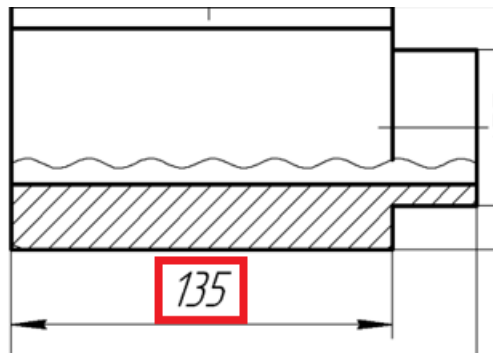

Рисунок 12.
13). В расстоянии указывается 135 мм, согласно чертежу (Рисунок 12 и Рисунок